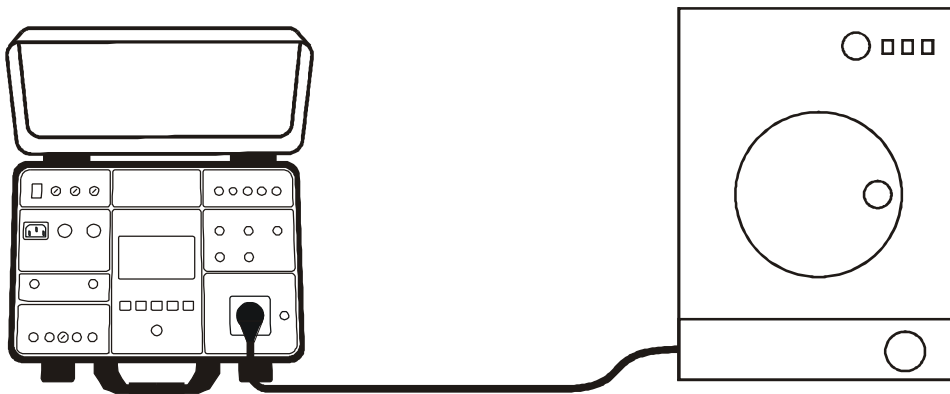

Fig. 74: Conexión de la UUT en la medida ILEAK, modo SOCKET
7. Conecte la UUT a la toma Schuko de acuerdo con la Fig. 74